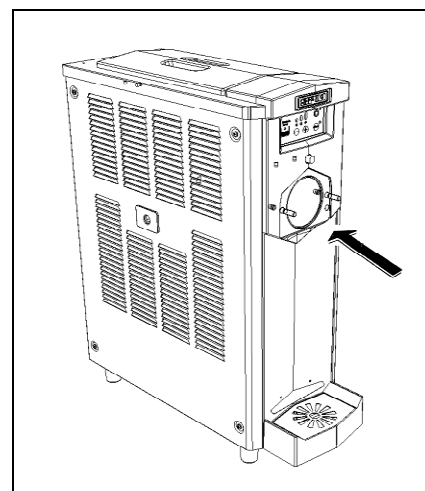

Fig. 17
- **L**ave a fondo el cilindro de congelación y la cubeta superior, eliminando cualquier resto de producto con una esponja limpia empapada en sanitizante, procurando mojar completamente todas las superficies durante al menos 60 segundos. Después deje secar y asegúrese de seguir las normativas locales vigentes (fig.17).
- **D**espués pulverice la solución sanitizante sobre todas las paredes del cilindro y de la cubeta superior y deje actuar según lo prescrito por el fabricante del sanitizante (véase fig.17).